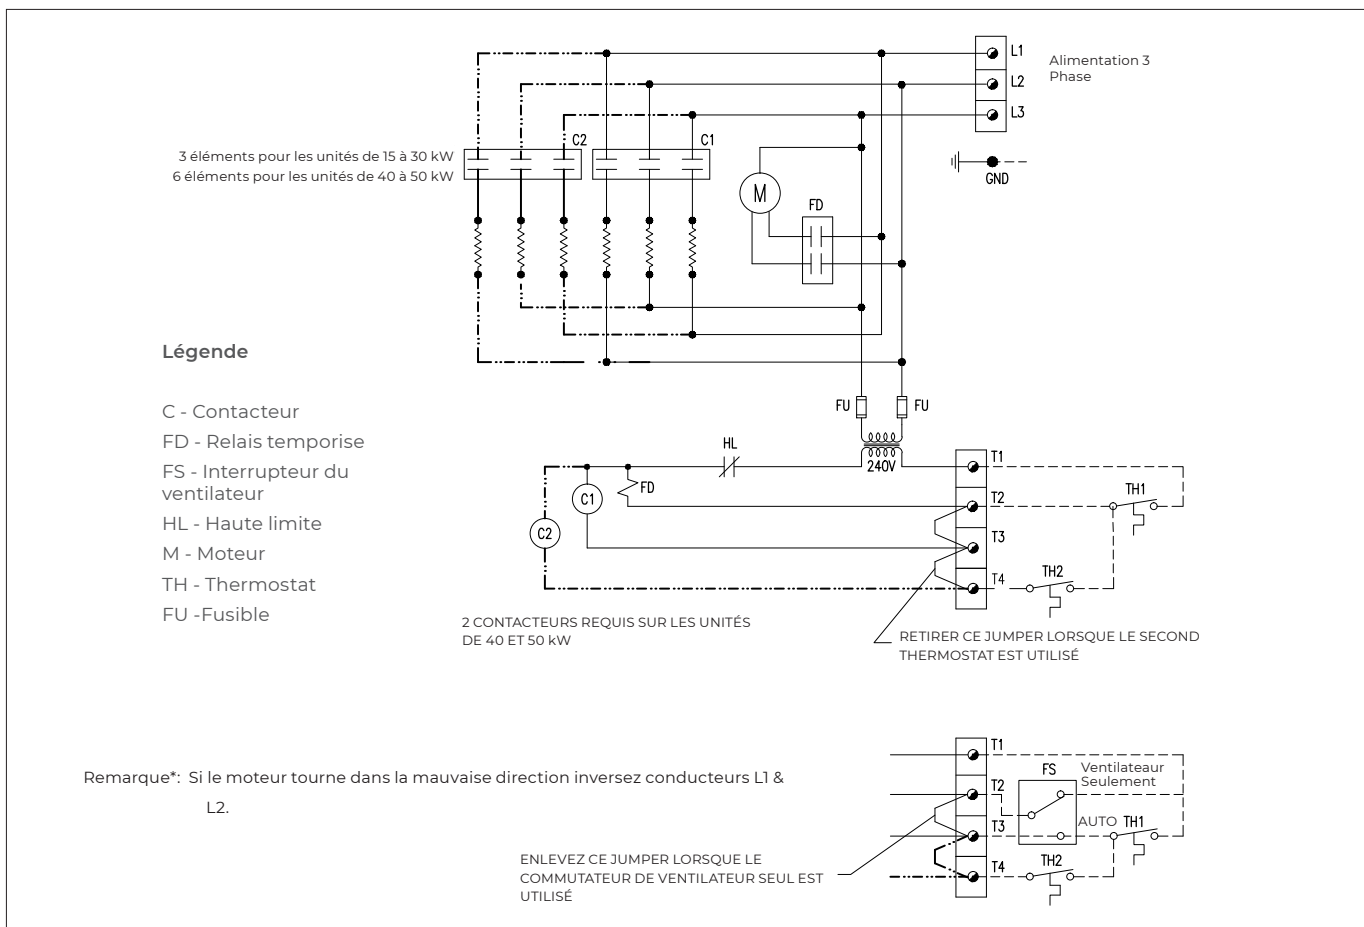

Figure 2 – 480V et 600V avec commandes.
1. Assurez-vous que rien n'obstrue l'entrée ni la sortie d'air de l'aérotherme. Référez-vous à la Figure 1 et Figure 2, page 20, pour les dégagements minimaux d'installation.
Si les schémas de raccordement des Figures 2 à 7, aux pages 22 à 25, ne correspondent pas à votre configuration, consulter le schéma de raccordement propre à l'appareil qui se trouve à l'intérieur du panneau de commande. Sinon, tous les schémas de raccordement sont accessibles en ligne à l'adresse www.thermon.com.
1. Pour faire fonctionner l'appareil de chauffage, s'assurer que l'alimentation électrique est correctement branchée, comme indiqué dans le schéma de raccordement (se reporter aux Figures 2 à 7, aux pages 22 à 25).
5. Pendant le fonctionnement normal, le dispositif de protection thermique ne doit pas déclencher le cycle Marche (ON) et Arrêt (OFF) de l'appareil de chauffage. Si cela se produit, vérifiez si quelque chose obstrue la circulation de l'air. S'il n'y a aucune obstruction, l'appareil de chauffage doit être examiné par un technicien qualifié afin de déterminer ce qui cause le déclenchement du dispositif de protection thermique.